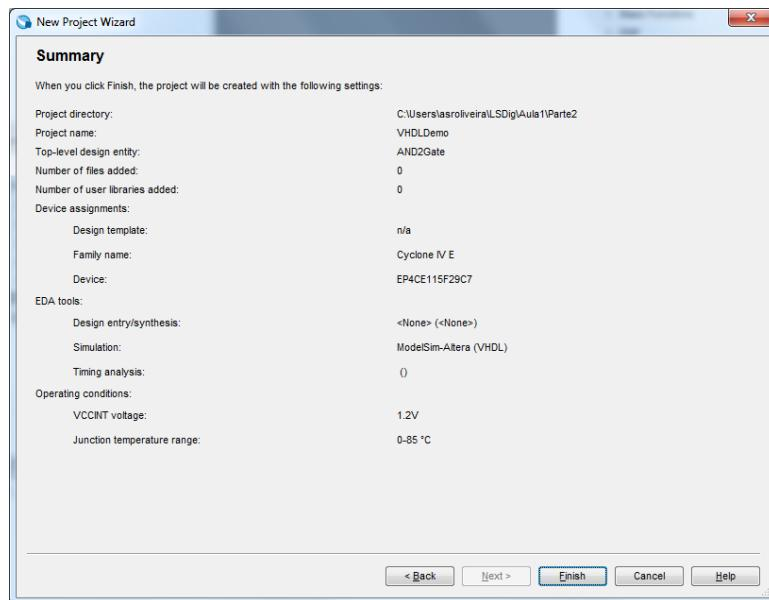

Figura 31 – Sumário final da criação do projeto.
- Crie para a FPGA do kit DE2-115 (**Cyclone IV EP4CE115F29C7**) um novo projeto, seguindo os mesmos passos do ponto 1 da parte I deste guião. Considere a informação de identificação do projeto apresentada na Figura 30. O sumário da descrição do projeto deve ser semelhante ao da Figura 31.